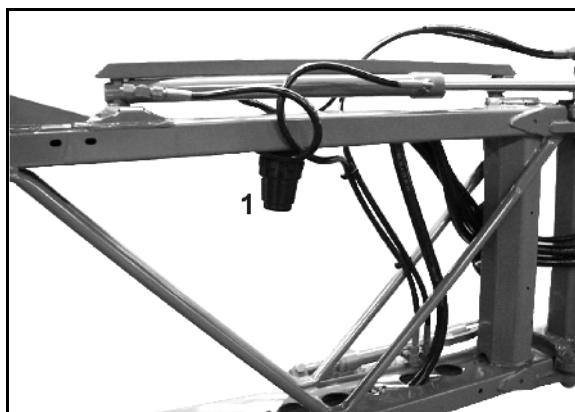

Fig. 117
- DUS- skiftehanen (Fig. 117/1).
- DUS-trykbegrænsningsventilen (Fig. 117/2). DUS-trykbegrænsningsventilen er fast indstillet fra fabrikken side og reducerer trykket i trykomløbssystemet til 1 bar.
- Er DUS-skiftehanen i position (Fig. 117/A), betyder det, at trykomløbssystemet er koblet til.
- Er DUS-skiftehanen i position (Fig. 117/B), betyder det, at trykomløbssystemet er koblet fra.
- Er DUS-skiftehanen i position (Fig. 117/C), kan der tappes væske fra marsprøjten.